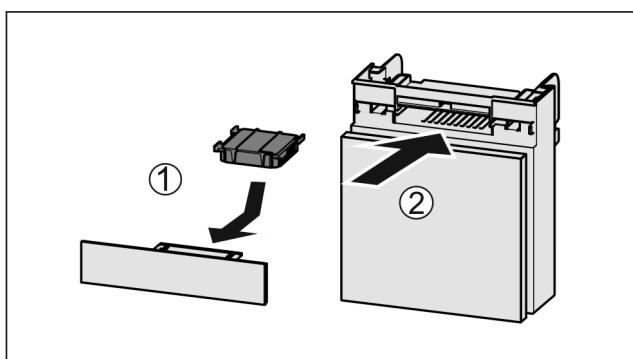

Fig. 70
- Установите фильтр с активированным углем, как показано на рисунке Fig. 70 (1).
- Вставьте отделение Fig. 70 (2).